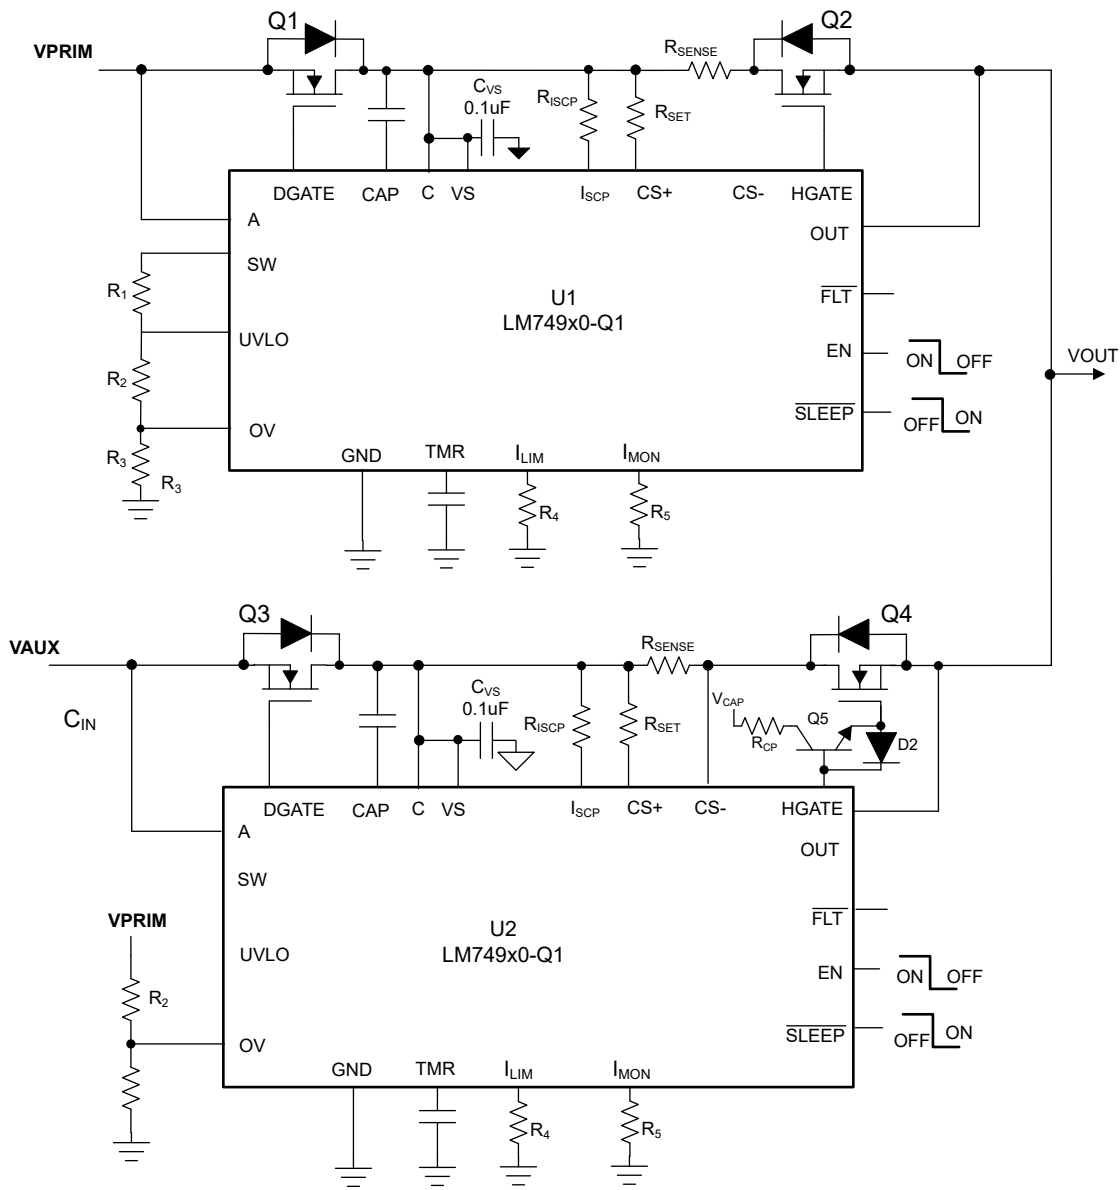

図 5. LM74900-Q1 を使用した代表的な優先順位付きパワー マルチプレクサ アプリケーションの回路
**LM74900-Q1** 理想ダイオードコントローラは、外付けのバックツーマスク N チャネル MOSFET を駆動および制御して、電力パスのオン / オフ制御と過電流および過電圧保護を備えた理想ダイオード整流器をエミュレートします。**図 5** に、2 つの **LM74900-Q1** デバイスを共通ドレイントポロジで使用した優先順位付きパワー マルチプレクサの回路図を示します。 $V_{AUX}$  パスの **LM74900-Q1** の過電圧ピンは、 $V_{PRIM}$  が何らかの理由で遮断されたときに  $V_{AUX}$  電源が直ちに負荷に接続され、負荷への継続的な電力供給が維持されるように構成されています。